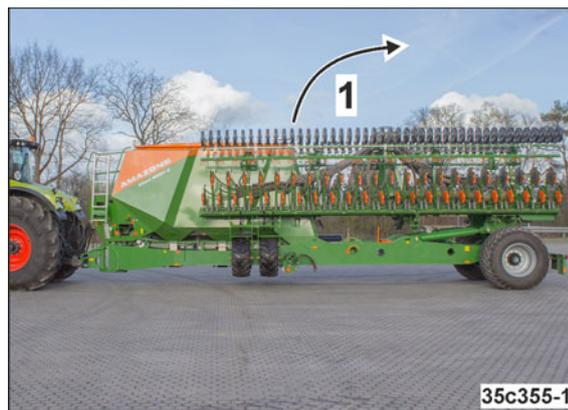

Fig. 223
2. Sortir les bras de la machine de la poche de transport (Fig. 223/1).